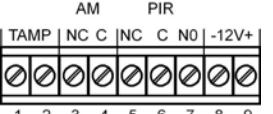

Fig. 4 Morsettiera | Terminal block | Bloque de terminales | Plaque à bornes
8. Collegare i fili alla morsettiera (Fig. 4)
Descrizione della morsettiera (Vedere Fig. 4)
8. Connect wire to terminal block.(Fig. 4)
Terminal Block Connections (See Fig. 4)
8. Conectar los cables en los bloques de terminales(Fig. 4)
Conexiones del bloque de terminales (véase la Fig. 4)